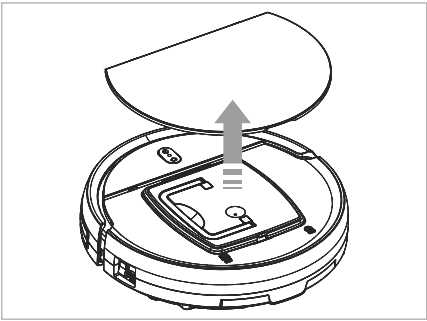

Fig. 7
- 1) Retire la cubierta **15** del depósito de polvo **14** y tire del asa para desmontarlo del aparato (consulte las figs. 7 y 8).